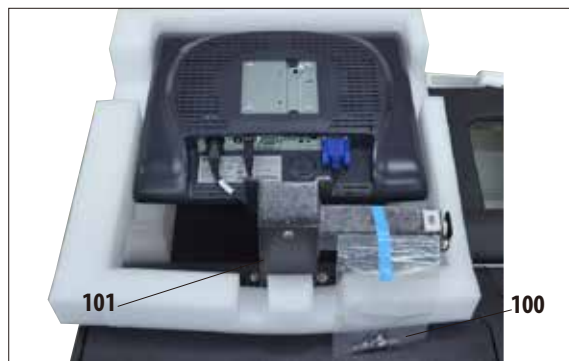

Fig. 13
- Sul retro della console (101) è fissato un sacchetto di plastica contenente quattro viti con le corrispondenti rondelle (100) (fig. 13). Viene altresì fornita in dotazione una chiave maschio esagonale SW 3 appropriata (104, fig. 16).